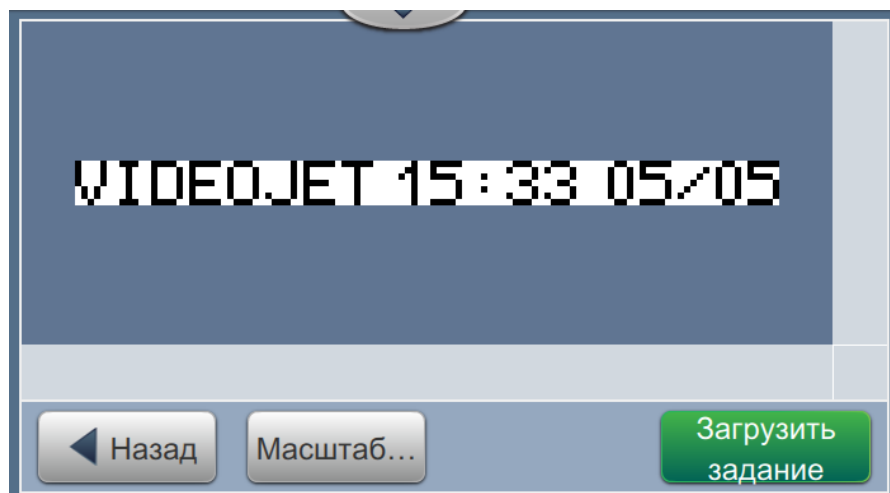

Рис. 4-4: Выбор и загрузка заданий
3. Нажмите кнопку  , чтобы загрузить задание для печати, как показано на Рис. 4-4.